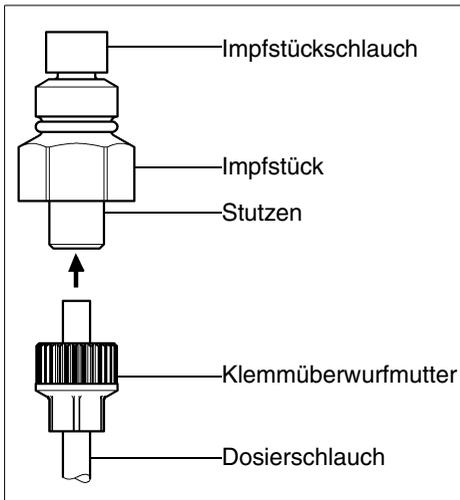

Abb. 12: Impfstück
- Falls erforderlich, Dosierschlauch kürzen (siehe Abb. 12).